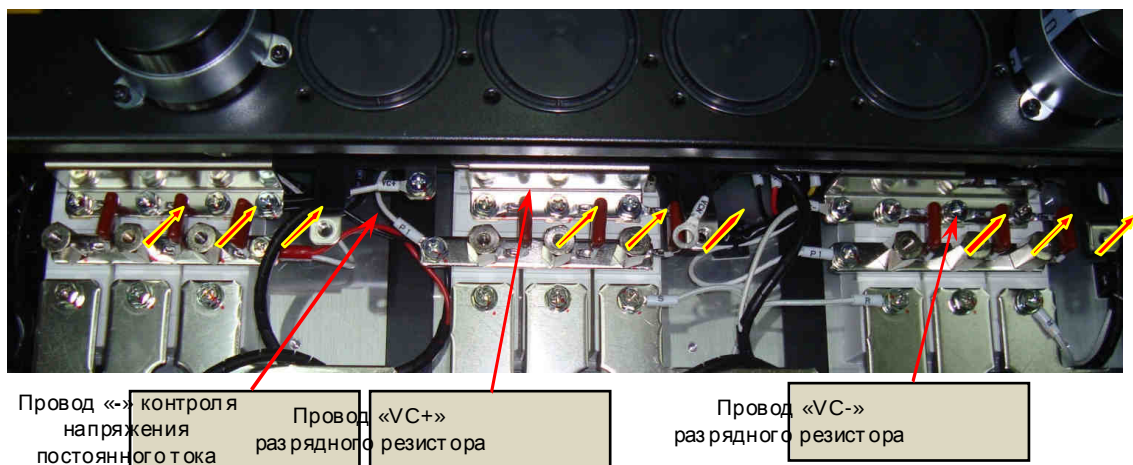

Рис. 7.22.
- Вкрутить неплотно винты (9 шт.) крепления шины «-» блока конденсаторов в контакты «3» диодно-тиристорных модулей, одновременно присоединив выводы балластных конденсаторов. Присоединить с помощью винтов (3 шт.) провода «VC-», «VC+» разрядного резистора и провод «-» контроля напряжения постоянного тока (рис. 7.22.).